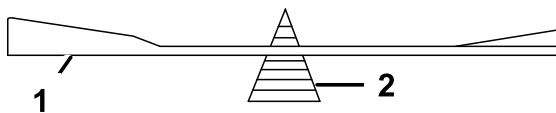

Bild 67
2. Prüfen Sie die Auswuchtung des Schnittmessers auf einer Ausgleichsmaschine (**Bild 67**).